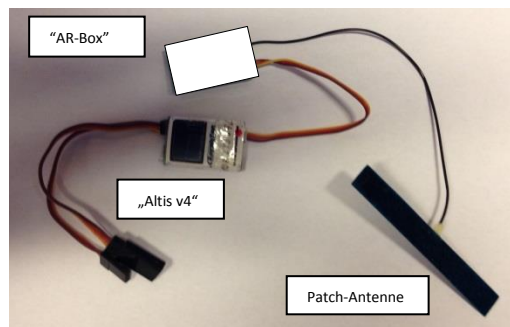

Abb.01
**Abb.01** zeigt die Anordnung der Komponenten